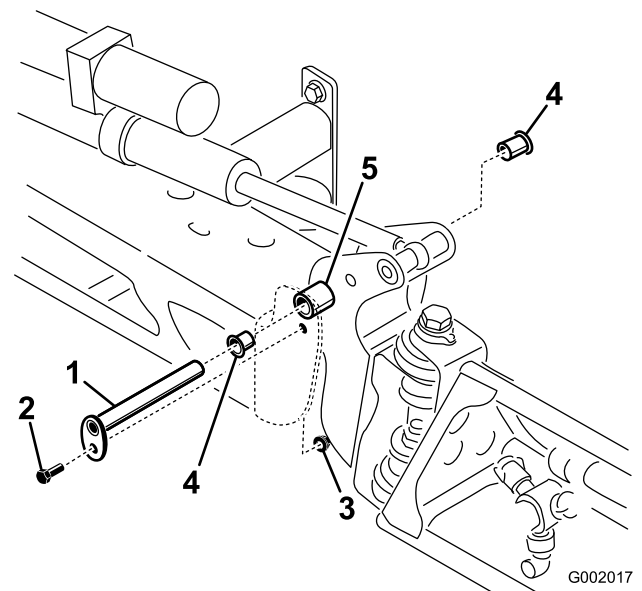

Bild 70
3. Wenn das Gewicht des Auslegers abgestützt ist, nehmen Sie die Schraube und die Mutter ab, mit denen der Lagerbolzen am Ausleger befestigt ist (Bild 70). Nehmen Sie den Lagerbolzen ab.
5. Nehmen Sie die Nylonbüchsen vorne und hinten an der Schwenkhalterung ab und prüfen Sie sie (Bild 70). Ersetzen Sie beschädigte Büchsen.
7. Montieren Sie den Ausleger und die Schwenkhalterung im mittleren Rahmen und richten Sie die Öffnungen aus (Bild 70).